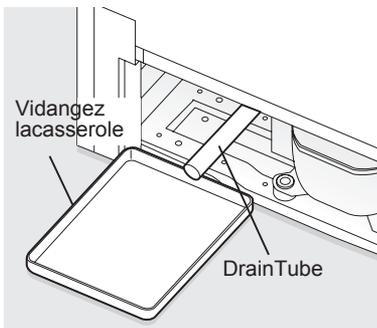
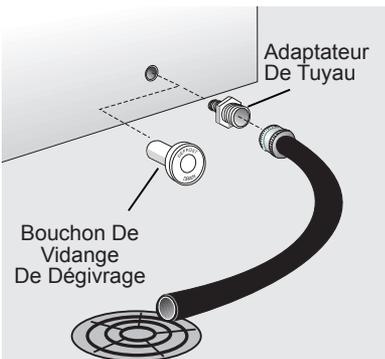
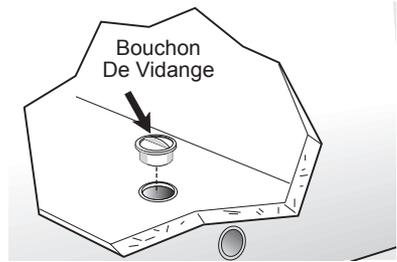

figure 2
figure 3
figure 4
- **Sur les modèles horizontaux avec vidange de l'eau de dégivrage**, placez un récipient creux ou le diviseur/plateau de dégivrage (fourni avec certains modèles) sous l'orifice de vidange (figure 2). Un adaptateur de tuyau de jardin d'un demi-pouce peut servir à vidanger l'appareil directement dans un drain de plancher (figure 3). Sortez la bonde à l'intérieur du appareil et enlevez le bouchon de vidange extérieur (figure 4).